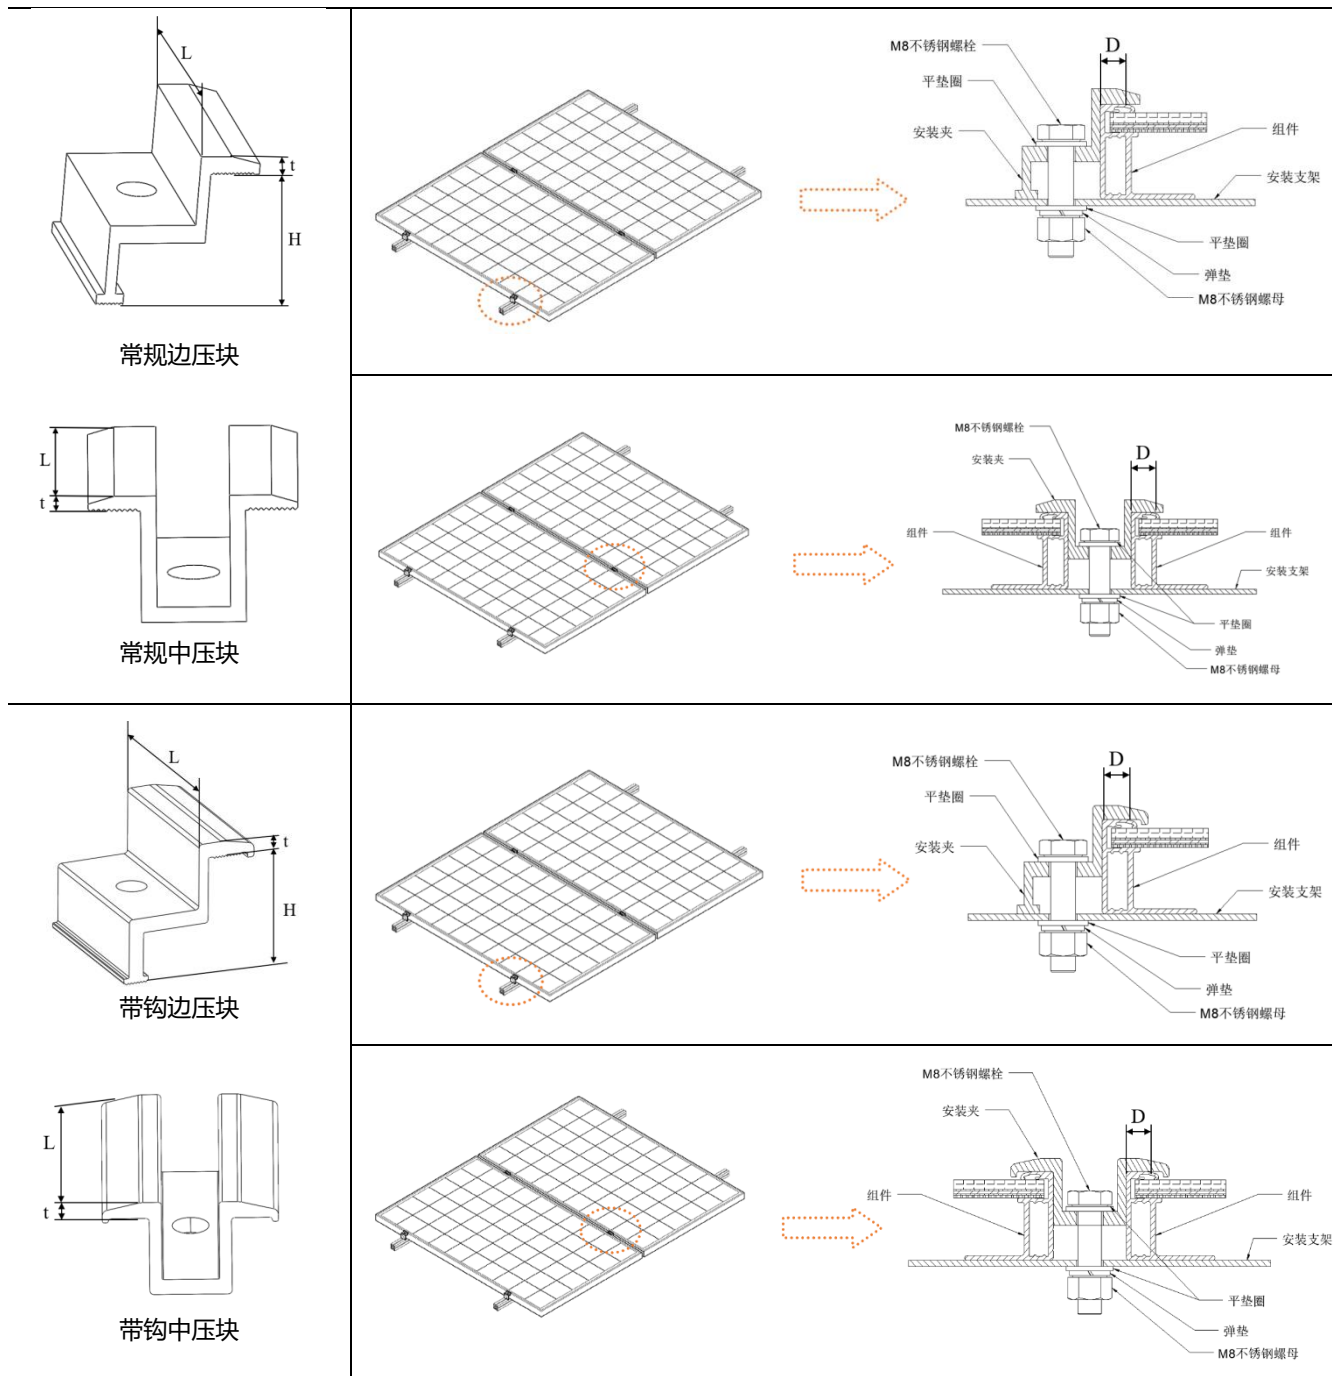

图 16 铝边框组件压块安装
- ◇ 选择压块安装方式时，确保在每个组件上至少有四个压块，压块需要对称布置（图 16）。压块的不同安装位置会影响组件的最大载荷能力（表1）。